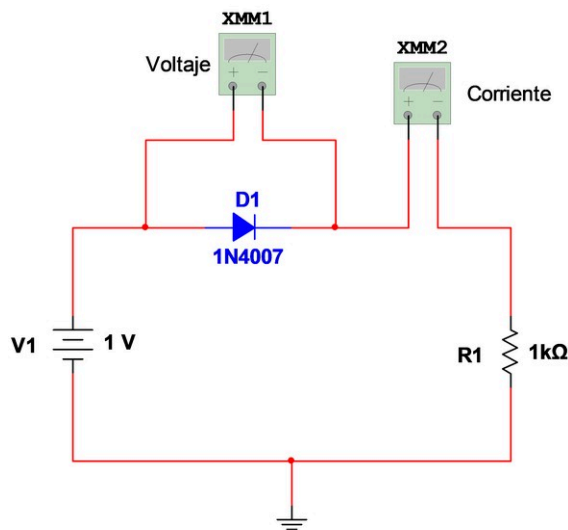

Figura 4. Circuito para la polarización directa del diodo.
- a) Arme el circuito de la figura 4 y, en el simulador, tome las medidas solicitadas en la tabla 1.
- b) En el protoboard, arme el circuito de la figura 4. Antes de encender la fuente de alimentación considere lo siguiente: